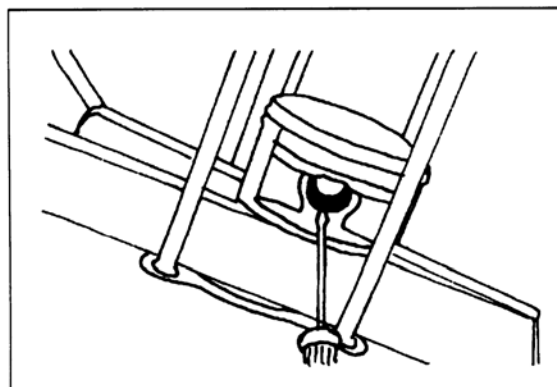

Bild 121
- Kolbenbolzen-Sicherungsring aushebeln (Bild 121).